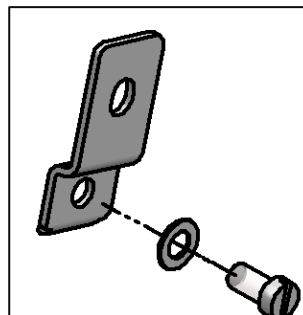

Рис. 5-2 Комплект для крепления на стене
- Электрооглушитель с помощью нашего комплекта для крепления на стене* (Рис. 5-2) повесить на высоте минимум 1,6 м.